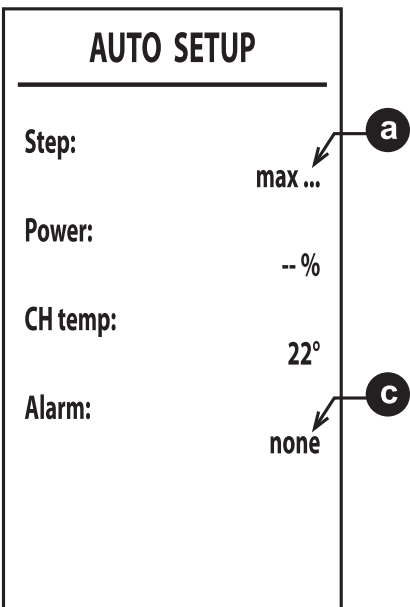

Рис. 39
6. После розжига горелка устанавливается на различные мощности (max, med, min – макс., средн., мин.), показываемые в точке **a** (рис. 39).
8. Если последовательность розжига, описанная в пункте «6», не дала положительных результатов, появляется сообщение **max_err** в точке **a** и код ошибки в точке **c** (рис. 39).